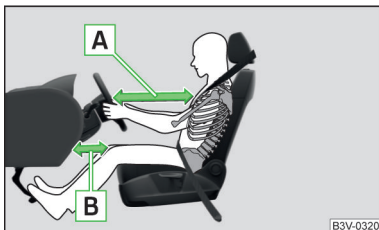

Fig. 22
■ Atât pentru șofer cât și pentru pasagerul față este important să păstreze o distanță de aproximativ 25 cm față de volan, respectiv de planșa de bord » fig. 22 - [A]. Dacă nu se respectă această distanță, sistemul airbag nu își poate exercita eficiența maximă – pericol de moarte! Scaunele din față și teierele trebuie să fie întotdeauna reglate în funcție de mărimea corpului.
■ Reglați longitudinal scaunul șoferului în așa fel, încât distanța de la picioare la planșa de bord să fie de minim 6 cm în zona airbagului pentru genunchi » fig. 22 - [B]. Dacă, din rațiuni de mărime corporală, nu este posibil să se îndeplinească această condiție, adresați-vă unei unități service specializate.